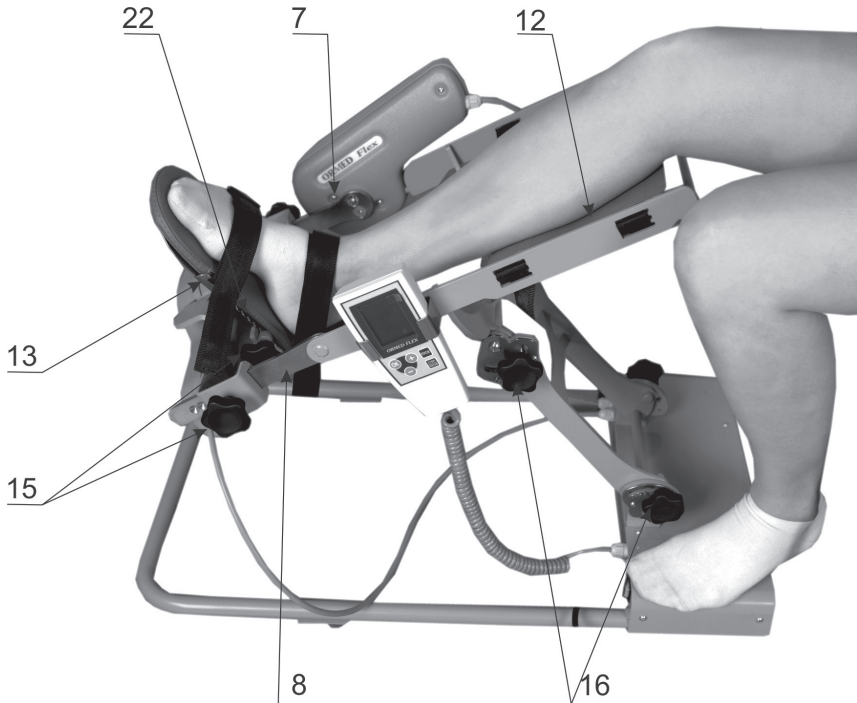

Рисунок 7.2 – Размещение пациента на аппарате
1. Разместите поврежденную конечность на аппарате как показано на рис. 7.2